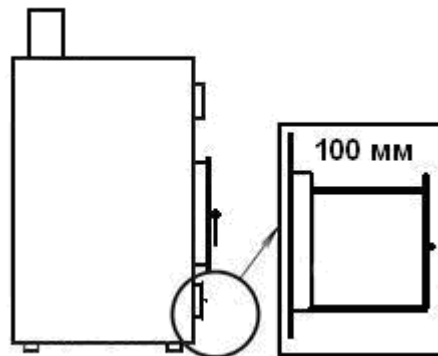

Рис. 1
2. приоткройте зольник на 100-150 мм. (рис.1);